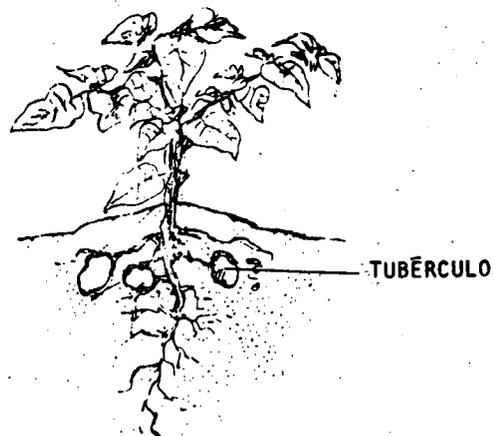

Fig. 2
*Tubérculos*, ou caules subterrâneos de reserva, com gemas que reproduzem a planta original. Ex: batata (fig. 2).